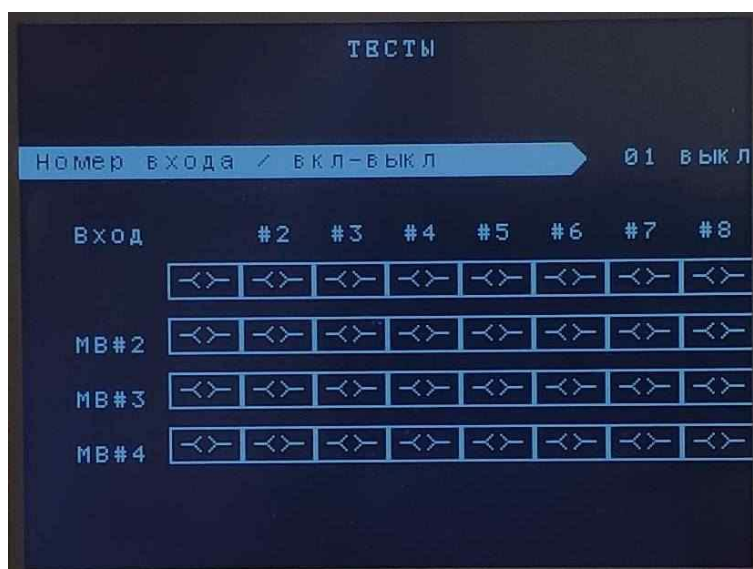

Рисунок 23 – Підрозділ «Тест МВ»
3.2. «Тест МВ» - підрозділ призначений для перевірки дискретних входів модуля МВ (див. рисунок 23). Порядок роботи в даному режимі аналогічний п. 3.1. При тестуванні дискретних входів, пуск аварійних команд не виконується.